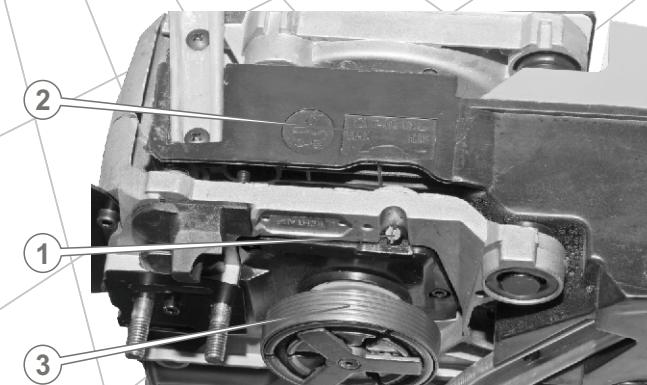

Рис. 11
Шлиц штока масляного насоса (1) расположен на донной части бензопилы под муфтой сцепления (3) (см. рис. 11).
2. Отрегулируйте подачу масла на цепь согласно указателю (2), промаркованному на донной части бензопилы (см. рис. 11).